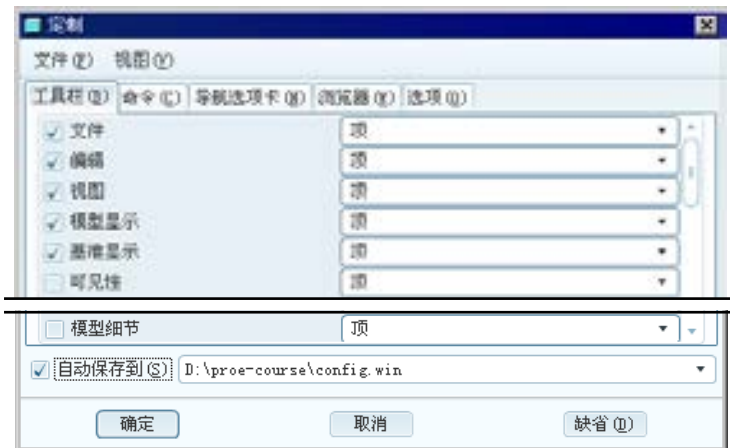

图 3.5.14 “定制”对话框
Step1. 进入定制工作对话框。选择下拉菜单区的 **工具(T)**  **定制界面(C)...** 命令，即可进入屏幕“定制”对话框，如图 3.5.14 所示。
Step2. 定制工具栏布局。在图 3.5.14 所示的“定制”对话框中单击 **工具栏(T)** 选项卡，即可打开工具栏定制选项卡。通过此选项卡可改变工具栏的布局，可以将各类工具栏按钮放在屏幕的顶部、左侧或右侧。
下面以图 3.5.14 中的 文件选项 (这是控制文件类工具按钮的选项) 为例, 说明定制过程。